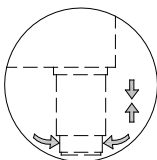

Bild 1
- Das Gerät auf einem ebenen Boden über die einstellbaren Füße positionieren. (Bild 1)